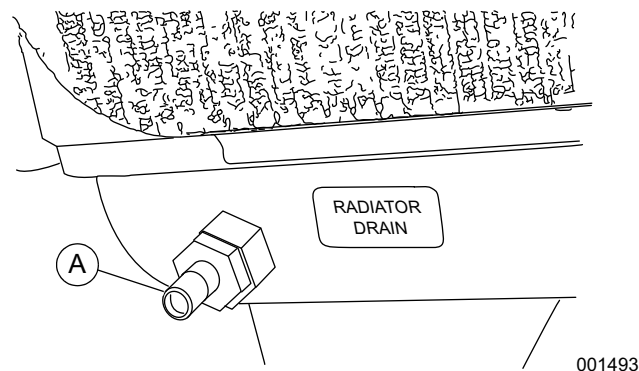

Figure 5-14. Emplacement de la vidange du radiateur
6. Voir la Figure 5-14. Tournez l'écrou hexagonal pour ouvrir la vis de vidange (A).